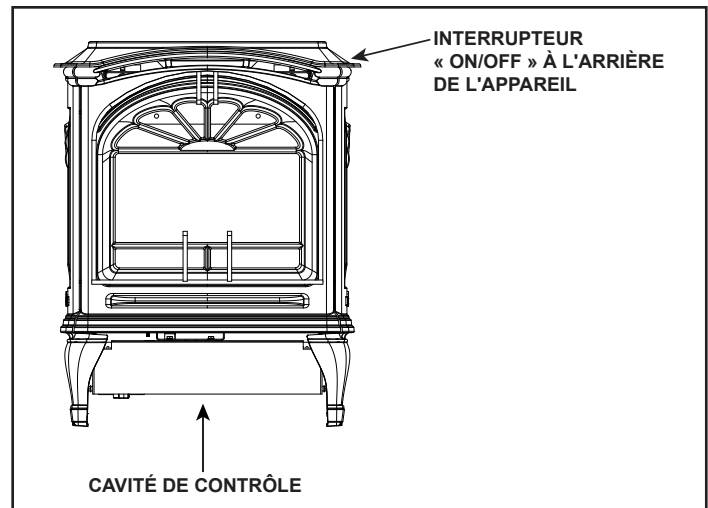

Figure 3.3 Emplacement du logement des commandes/de l'interrupteur « ON/OFF »
1. Accéder au logement des commandes du foyer. Voir la figure 3.3. pour l'emplacement.
- Activer l'interrupteur normalement. Voir la figure 3.3